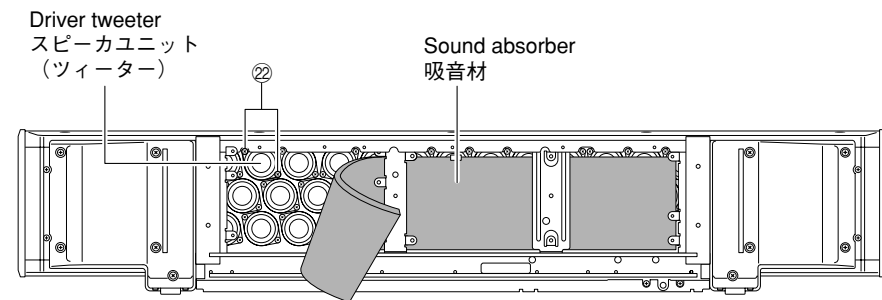

Fig. 9
- Remove 2 screws/piece (22). (Fig. 9)
- Remove the driver tweeter. (Fig. 9)
- 22のネジ2本/個を外します。(Fig. 9)
- スピーカーユニット(ツイーター)を取り外します。(Fig. 9)